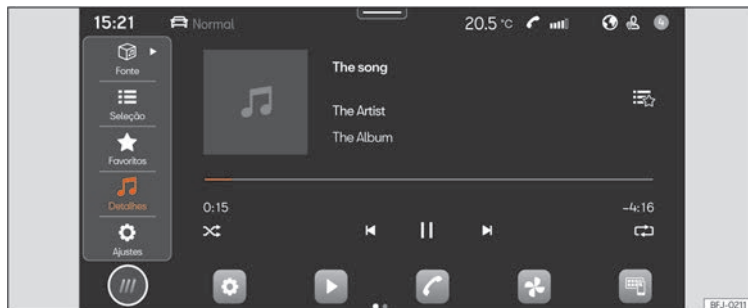

Fig. 155 Esquema: Vista Multimédia
- Pressione **HOME** > ► >>> **Fig. 155**.